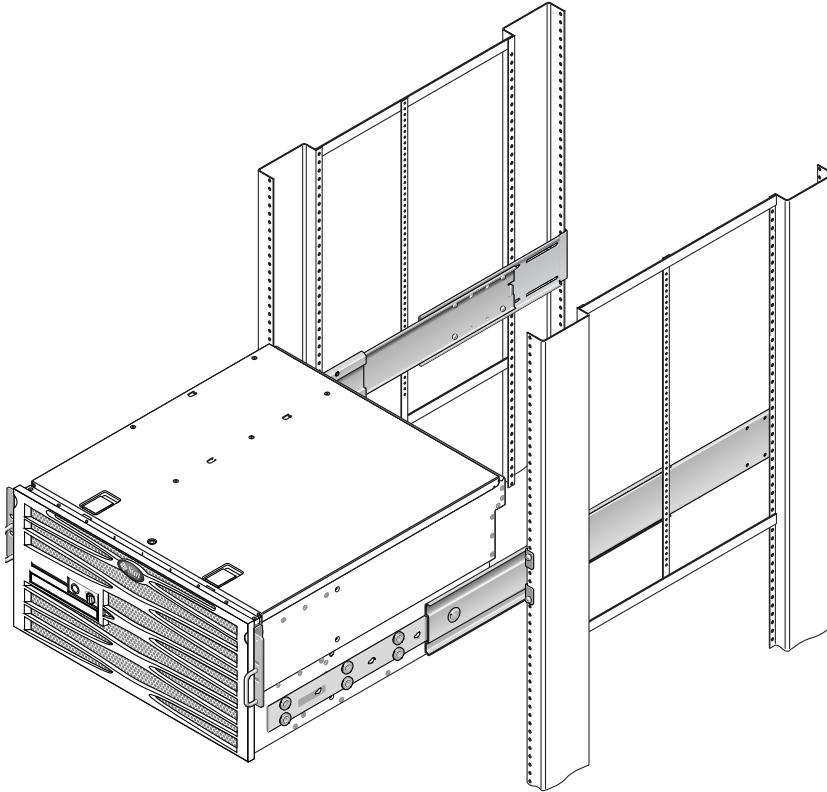

图 3-13 将系统滑入机架
14. 按下滑道上的按钮，使系统完全滑入机架中（图 3-13）。